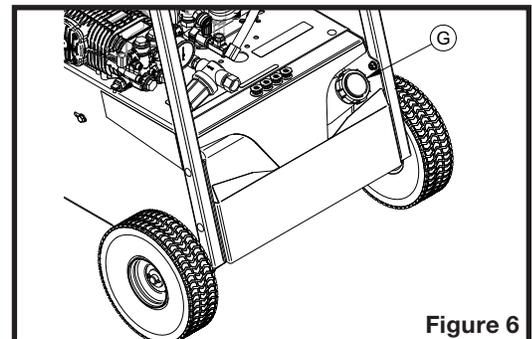

Figure 6
1. Enlever le bouchon (G sur la figure 6) du réservoir d'huile.